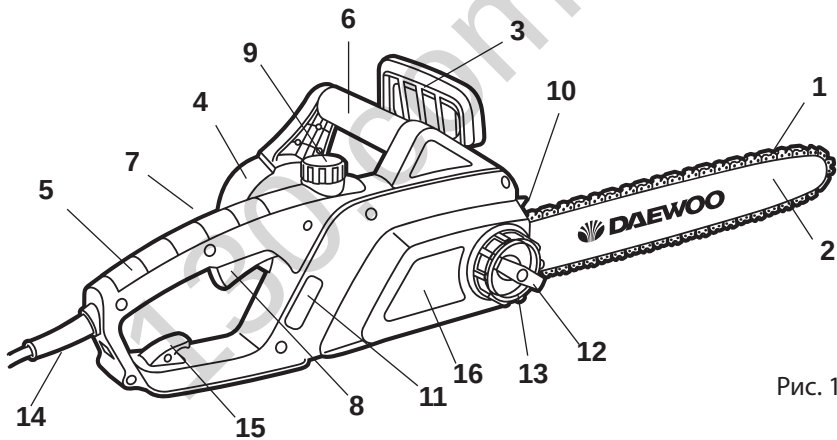
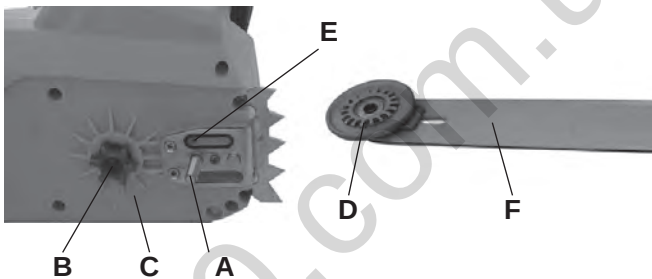

Рис. 1
Рис. 2
1. Установите тормоз цепи 3 (Рис. 1) в нерабочее положение, потянув на себя в направление к передней ручке.
2. Открутите ручку фиксации защитной крышки 12 (Рис. 1) и кольцо регулировки натяжения 13 (Рис. 1)
3. Снимите защитную крышку 16 (Рис. 1)
4. Наденьте на шину F (Рис. 2) пильную цепь 1 (Рис. 1), проверив правильность расположения зубьев цепи.
1. Для заполнения масляного бака откройте крышку 9 (Рис.1), при этом следите, чтобы в бак не попала грязь. Заполните бак маслом. Удалите остаток масла с горловины и из внутренней полости крышки. В крышке имеется воздушный клапан при засорении которого насос не работает. Следите, чтобы при эксплуатации пилы этот клапан оставался чистым.
2. Закройте плотно крышку. Во время работы периодически обращайтесь внимание на уровень масла через окно контроля уровня масла 11 (Рис.1).
В случае, если следов масла не видно, необходимо прочистить в корпусе редуктора выходное отверстие для масла E (Рис.2) и соответствующее отверстие в шине E1.